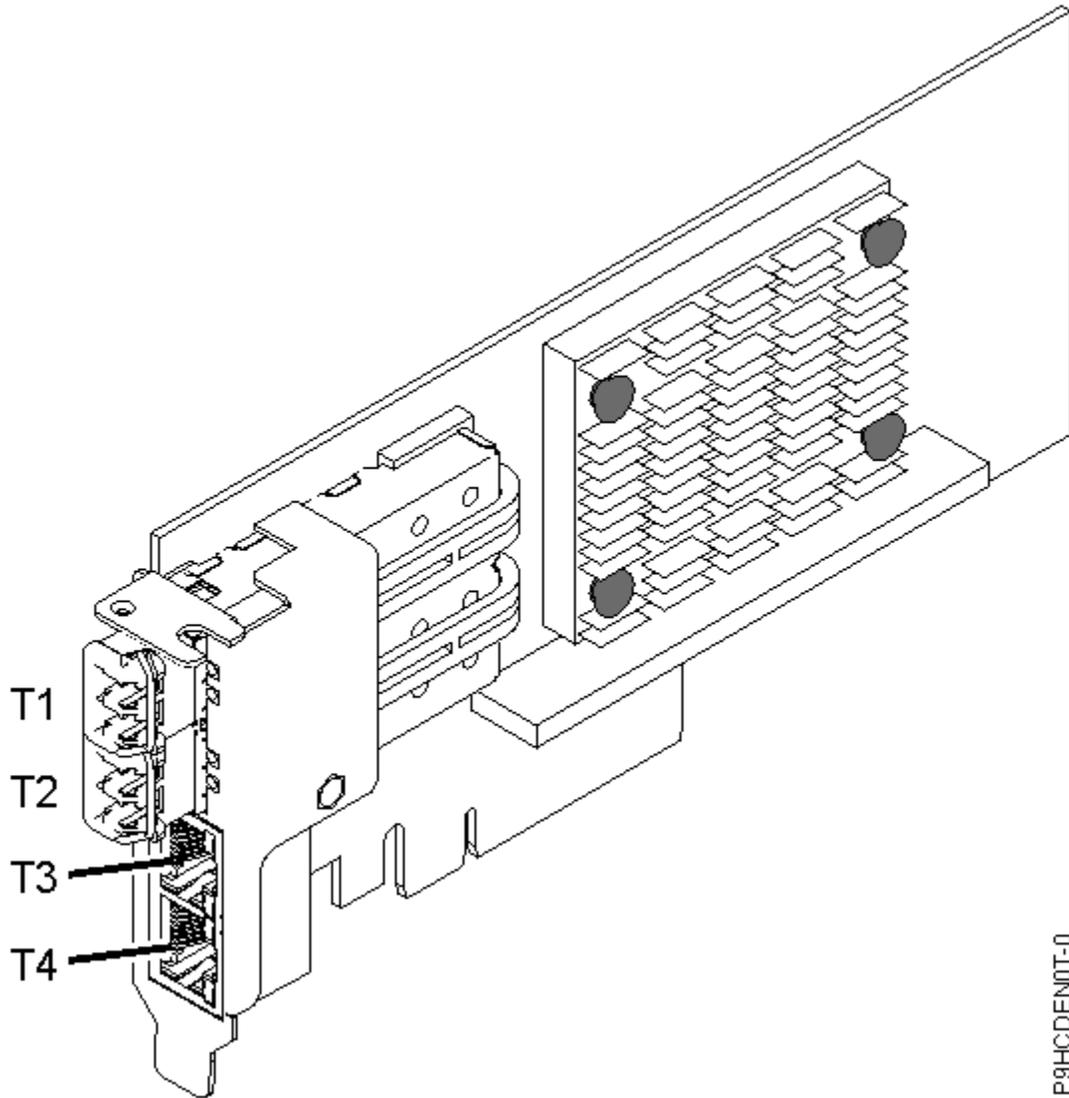

Figura 50. Adaptador PCIe3 LP 4 Portas (10Gb+1GbE) SR+RJ45
O adaptador de quatro portas fornece duas portas de transceptor ótico SR small form-factor pluggable (SFP+) de 10 Gb e duas portas Ethernet RJ45 de 1 Gb. As duas portas de 10 Gb SR têm conectores do tipo little connector (LC) duplex. O transceptor ótico usa laser ótico de ondas curtas e é conectado com cabeamento de fibra MMF-850nm com conectores LC. Consulte “Cabos” na página 82 para obter mais informações sobre os cabos óticos. Cada porta de 10 Gb fornece conectividade Ethernet com uma taxa de dados nominal de 10 Gbps (gigabits por segundo). Figura 50 na página 81 mostra o adaptador FC ENOT.